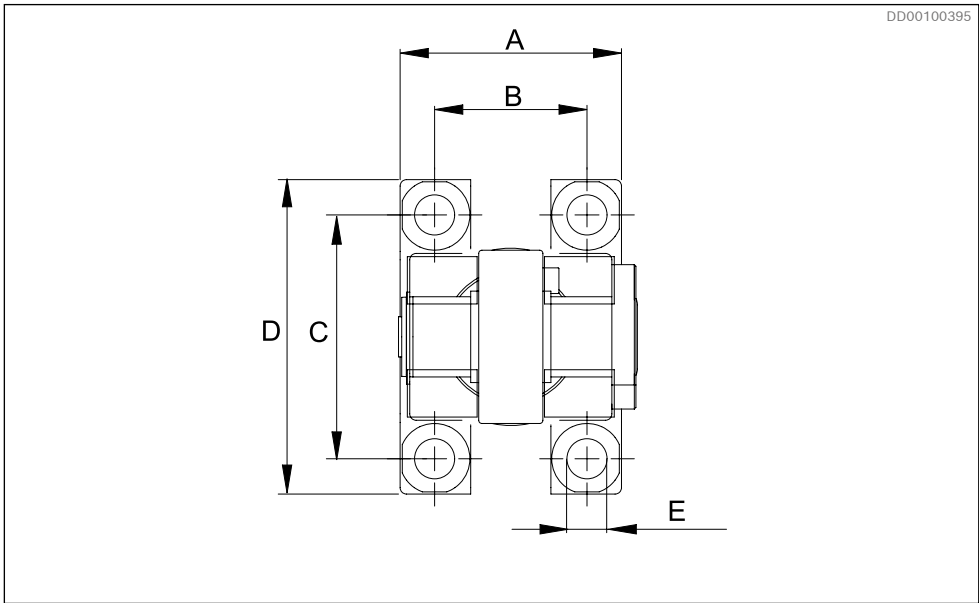

Fig. 29: Padrão de furação da conexão articulada e do cilindro hidráulico para DTCA_ e DTCB_
- ▶ Padrão e dimensões de furação para fixação ao solo veja a Fig. 29 e a Tabela 11.